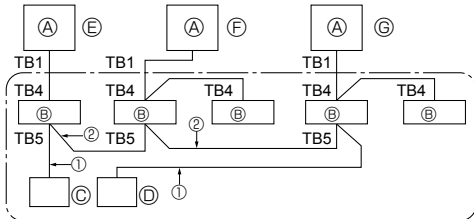

Fig. 9-1
- ① Mettre sous tension (coupe-circuit).
- ② Une fois la vanne d'arrêt de gaz fermée, activer le commutateur SWP sur la carte de commande de l'appareil extérieur. Le compresseur (appareil extérieur) et les ventilateurs (appareils intérieur et extérieur) s'enclenchent et la récupération du réfrigérant commence. Les témoins DEL 1 et 2 de la carte de commande de l'appareil extérieur s'allument.
- ③ L'appareil s'arrêtant automatiquement deux à trois minutes après la récupération de réfrigérant (témoins DEL 1 et 2 allumés), veiller à fermer rapidement la vanne d'arrêt de gaz. Lorsque les témoins DEL 1 et 2 sont allumés et que l'appareil extérieur est arrêté, ouvrir la vanne d'arrêt de liquide au maximum et répéter l'étape ② après trois minutes.
- ④ Mettre hors tension (coupe-circuit).
9. Contrôle du système (Fig. 9-1)
- ① Câblage depuis la télécommande